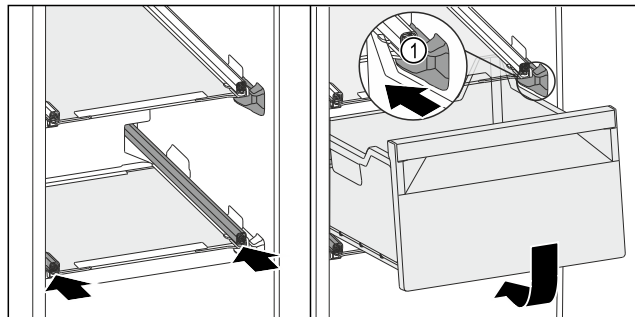

Fig. 130
- ▶ Lade rond de stoppers Fig. 130 (1) leiden.